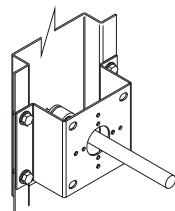

Figure 5 — Position du support d'espacement
registre avec quatre (4) vis Tek n°14 (non fournies). Vérifier que les vis n'entravent pas le fonctionnement du mécanisme du registre ou le mouvement des clapets. Voir la Figure 5.